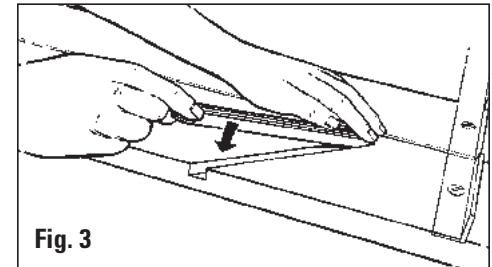

Fig. 3
1. Insérez chaque profilé en aluminium de guidage dans les fentes du support avec les bords arrondis du côté du rail de guidage. Insérez les quatre petites vis à profilé du rail de guidage à partir du dessous du support et serrez. **Fig. 3**
1. Drücken Sie jeden Aluminium-Passepartout-Führungskanal in die Plattenschlitze, wobei das abgerundete Ende zur Führungsschiene hin zeigt. Stecken Sie die vier kleinen Führungsschienen-Kanalschrauben von der UNTERSEITE der Platte ein und ziehen Sie sie fest. **Abb. 3**
1. Presione cada canal de aluminio de la guía de lámina perimétrica dentro de los ranuras del tablero con el extremo redondeado hacia el Carril Guía. Inserte los cuatro tornillos pequeños del canal del carril guía desde la SUPERFICIE INFERIOR del tablero y apriete. **Fig. 3**
1. Introdurre ciascun canale di guida del passepartout in alluminio nelle scanalature del pannello con l'estremità arrotondata rivolta alla rotaia di guida. Inserire le quattro piccole viti del canale della rotaia di guida dalla PARTE INFERIORE del pannello e serrare. **Fig. 3**